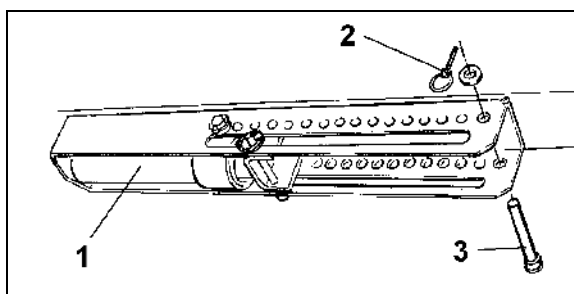

Bild 82
1. Gör hydraulcylindern (Bild 82/1) trycklös.
2. Sätt in bulten (Bild 82/3) i ett av hålen och säkra med låssprint (Bild 82/2).